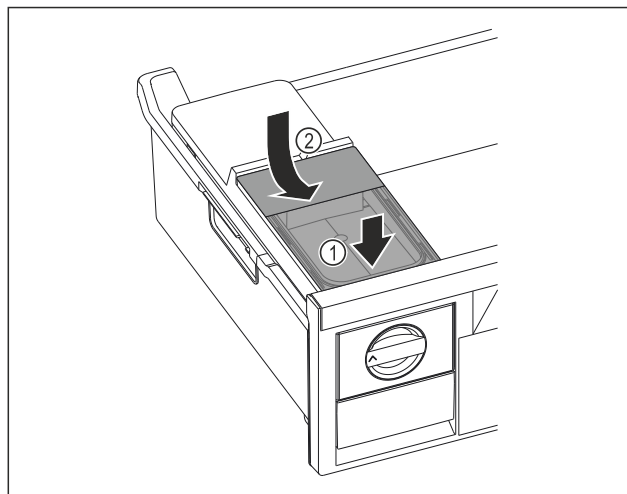

Fig. 122
- Elöl tegye fel a víztartályt. Fig. 122 (1)
- Hátról engedje le a víztartályt. Fig. 122 (2)